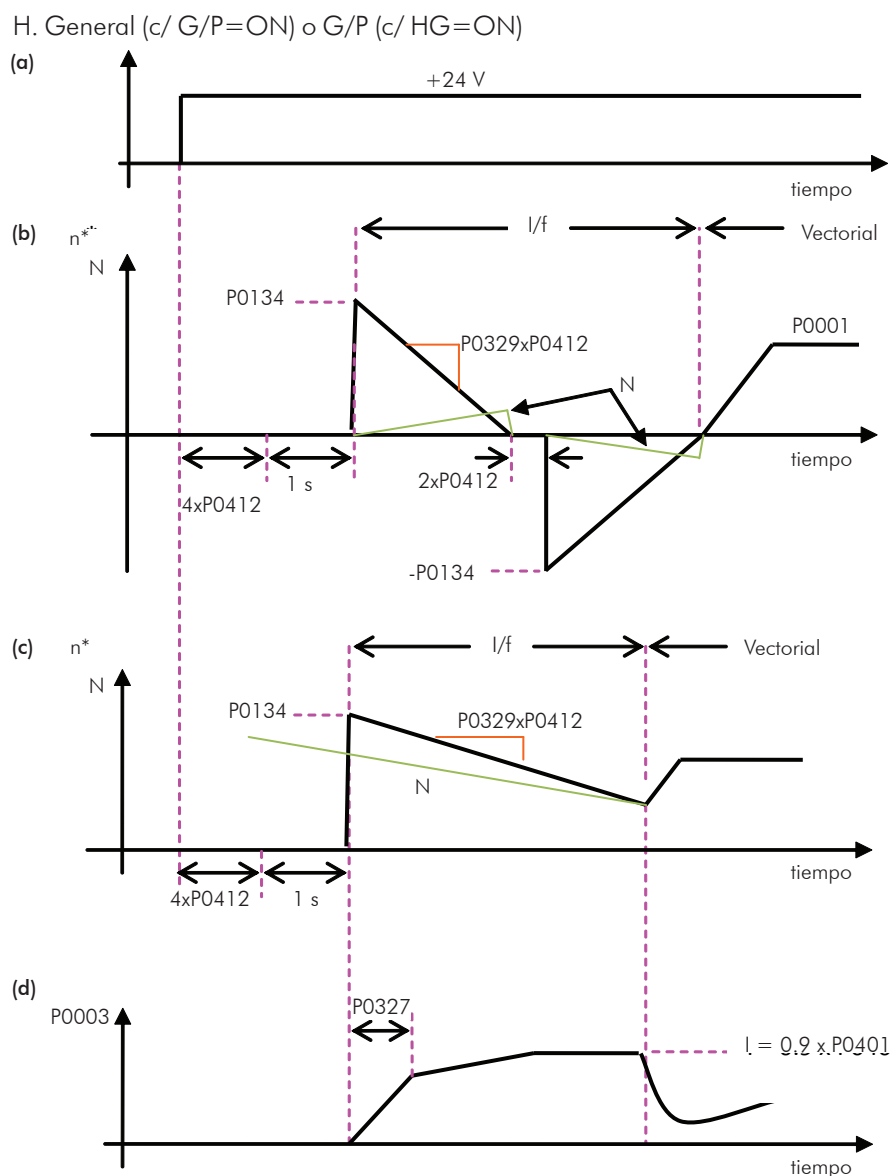

Figura 12.6 (a) a (d) - Influencia de P0327 y P0329 durante el Flying Start (P0202=3)
El comportamiento de la Función Flying Start (FS) en el modo sensorless durante la aceleración y la reaceleración puede ser comprendido a partir de la figura 12.6.
En la figura 12.6 (b) es presentado el comportamiento de la referencia de velocidad cuando la función FS es iniciada con eje del motor parado y P0329 pequeño (no optimizado).
En la figura 12.6 (c) es presentado la referencia de velocidad cuando la Función FS es iniciada con el eje del motor girando en el sentido deseado o el eje se encuentra parado y P0329 ya optimizado.